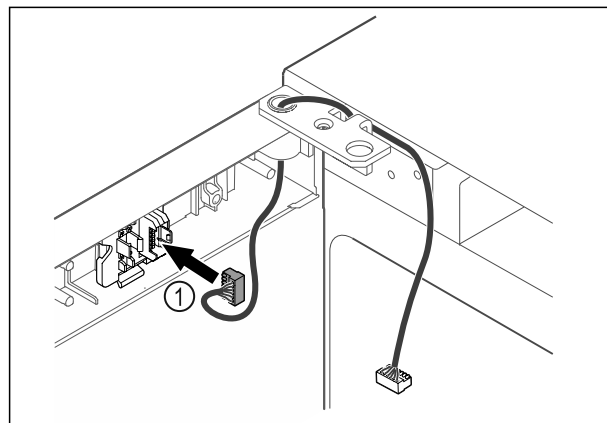

Fig. 36
- ▶ Вставьте штекер Fig. 36 (1) в держатель.